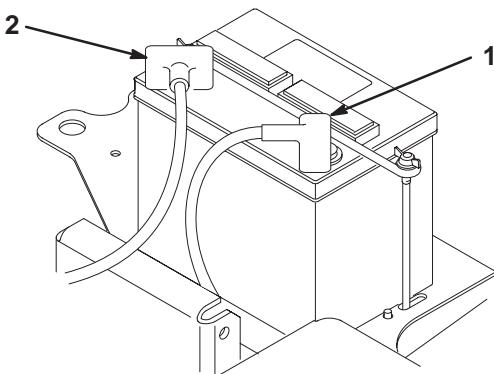

Figure 7
- Branchez le câble de batterie positif (rouge) entre le solénoïde de démarreur et la borne positive (+) de la batterie (Fig. 7). Serrez-le avec une clé et enduisez la borne de vaseline. Vérifiez que, lorsque le siège est en position extrême arrière, il n'est pas en contact avec le câble car il risquerait de l'user ou de l'endommager.